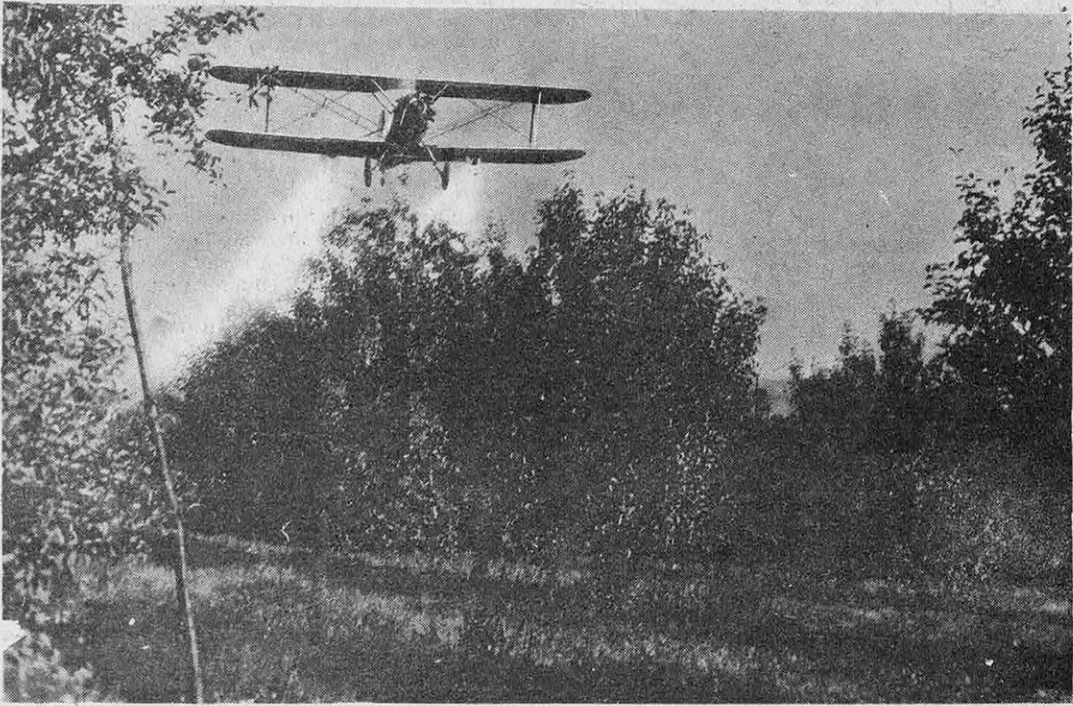

FIG. 11. — L'ASPERSION PAR DES HORMONES D'UN VERGER DE LA VALLÉE DE SHENANDOAH (VIRGINIE)
Dans les grandes exploitations, la pulvérisation des solutions d'hormones peut être réalisée économiquement au moyen d'avions ou d'hélicoptères aspergeant les vergers en les survolant à une hauteur de 10 à 20 m au-dessus du sommet des arbres (fig. 11). Un seul appareil peut ainsi traiter 6 à 8 ha en une heure (1).